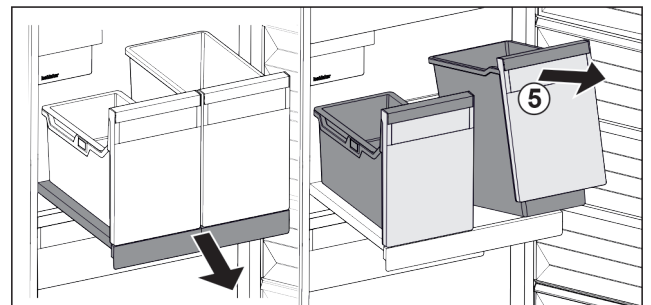

Fig. 25
- Behälter Fig. 25 (5) vorne anheben.